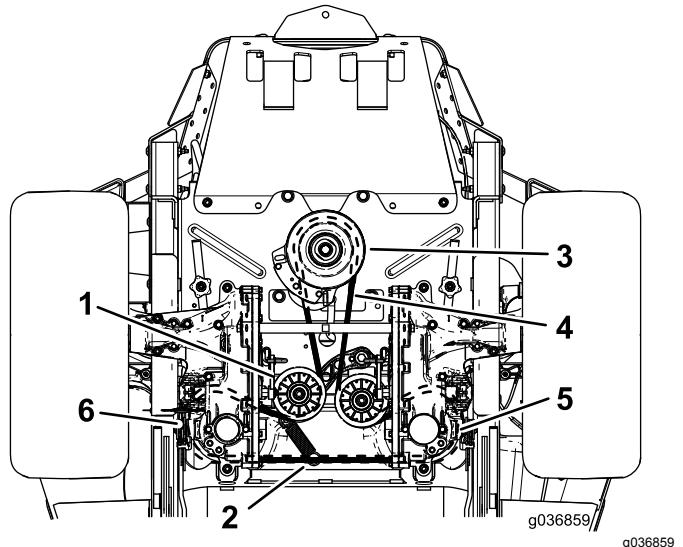

Bild 67
- Heben Sie die Maschine an und stützen Sie sie mit Stützböcken ab (Bild 67).
- Entfernen Sie die Spannscheibenfeder von der Strebe (Bild 67).
- Verlegen Sie den neuen Riemen um die Motorriemenscheibe und um die zwei Riemscheiben der Hydraulikpumpe (Bild 67).